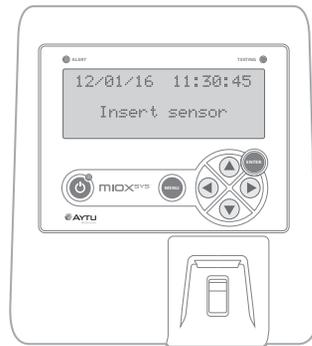

Figura 1
- Cuando el Analizador MiOXSYS esté listo, aparecerá la leyenda “Insert sensor” (Insertar sensor) en la pantalla (Figura 1).